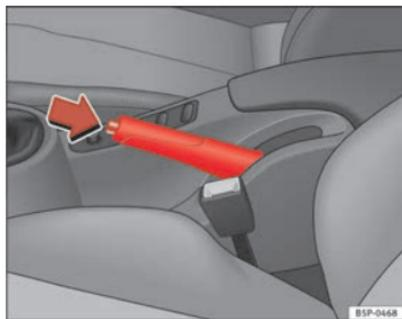

Fig. 146 Frein à main entre les sièges avant
- Serrez le frein à main à fond en relevant le levier ⇒ fig. 146.
- Soulevez légèrement le levier du frein à main, appuyez sur le bouton de déblocage dans le sens de la flèche ⇒ fig. 146 et abaissez le levier au maximum ⇒ ⚠.